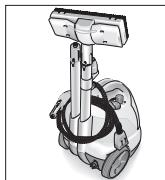

Abb. 11: Aufräumen
- Stecken Sie die beiden Verlängerungsrohre einzeln in die Zubehörköcher (A6) auf der Geräterückseite. Stecken Sie die Bodendüse (H1) auf ein Verlängerungsrohr (siehe Abb. 11).